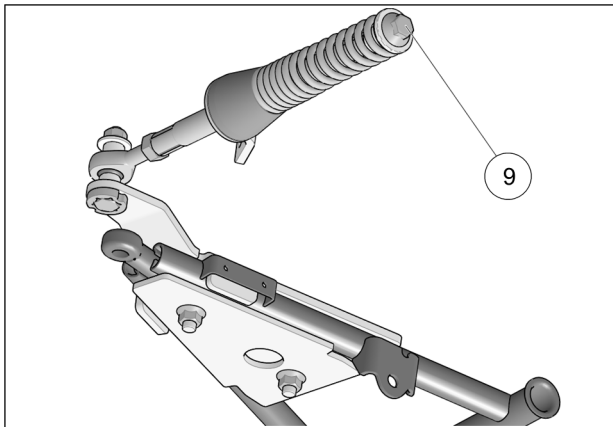

Fig. 25
9. Vérifier que le boulon du ressort (6) est serré au couple recommandé : 75 N•m [55 lb•pi]. Fig. 25